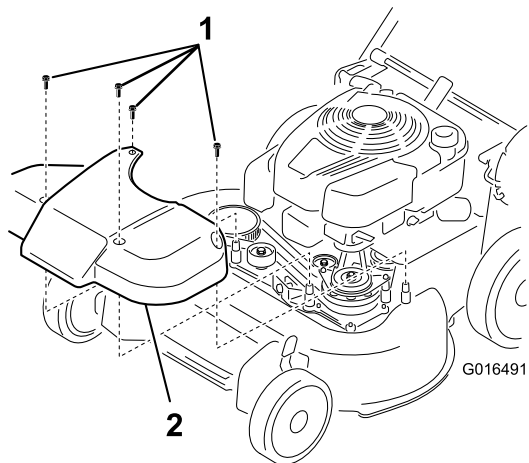

Figura 39
1. Retire la cubierta del sistema de transmisión de las cuchillas (Figura 39).